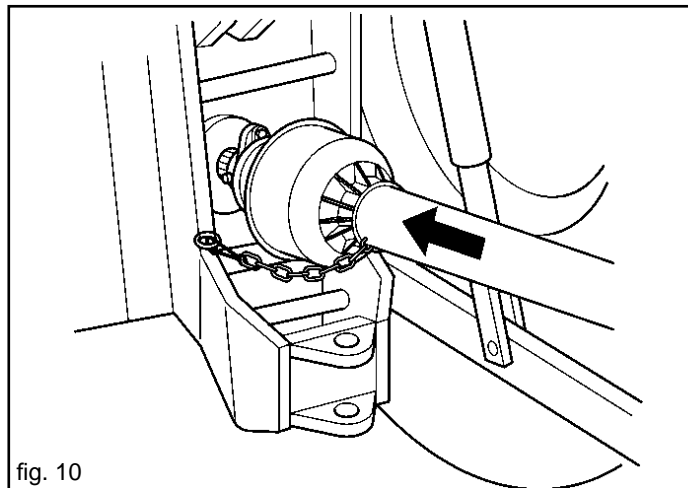

fig. 10
- 6) Innestare l'albero cardanico e assicurarsi che sia perfettamente bloccato sulla presa di forza (Fig. 10). Verificare che la protezione ruoti liberamente e fissarla con l'apposita catenella.